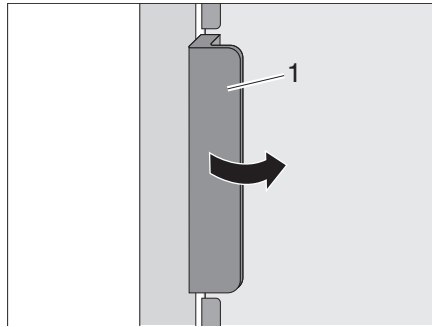
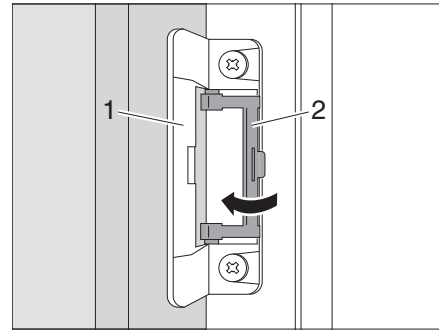

Fig. 330 Abrir la puerta del frigorífico
Fig. 331 Bloquear la posición de ventilación
*Abrir:* ■ Abrir la puerta del frigorífico con el tirador (Fig. 330,1). El bloqueo (Fig. 331,1) se abre automáticamente.
■ Soltar el bloqueo (Fig. 331,2).